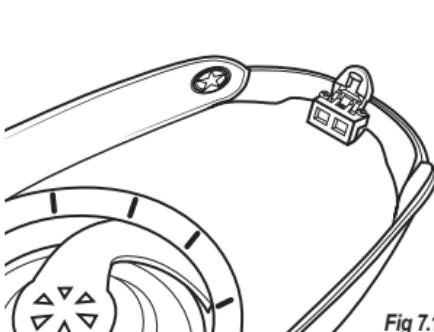

Fig 7.1
2. L'arrière du plateau doit être placé sous la partie arrière de l'ensemble du bouton de verrouillage (Fig. 7.1).